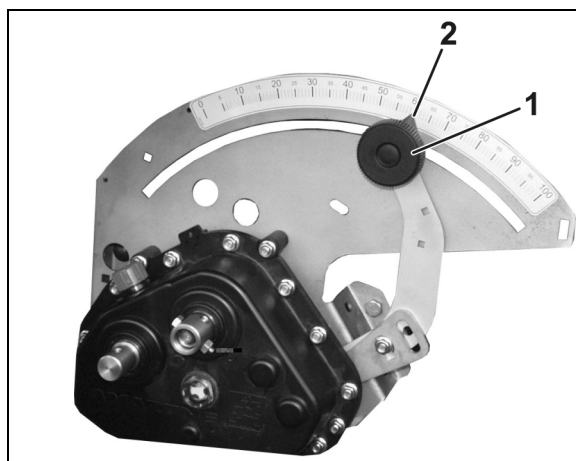

Рис. 64
5. Отсоедините фиксатор (Рис. 64/1) установочного рычага редуктора.
6. Указатель рычага редуктора (Рис. 64/2) переместите на одно из следующих положений редуктора:
7. Затяните фиксатор (Рис. 64/1).